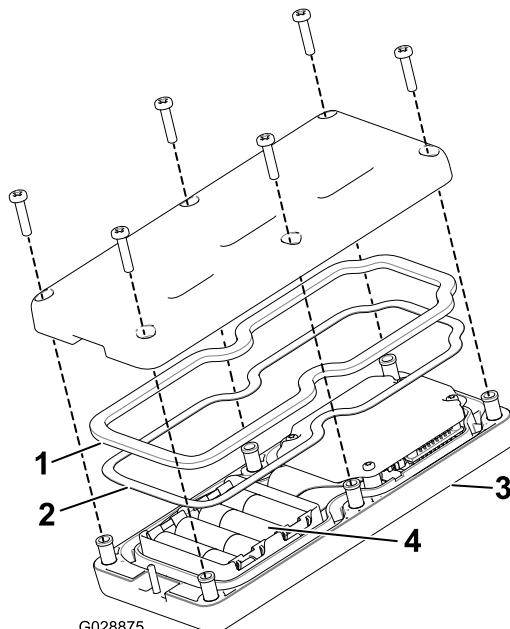

Figure 18
2. Placez les piles dans l'emplacement du logement en respectant la polarité. Les marquages de polarité sont gravés sur le logement pour chaque borne (Figure 18).
3. Veillez à bien engager le joint en acier et le joint en caoutchouc dans la gorge de la télécommande portable puis remettez le couvercle arrière en place (Figure 18).
4. Fixez le couvercle avec 6 vis (Figure 18) serrées à un couple de 1,5 à 1,7 N·m.